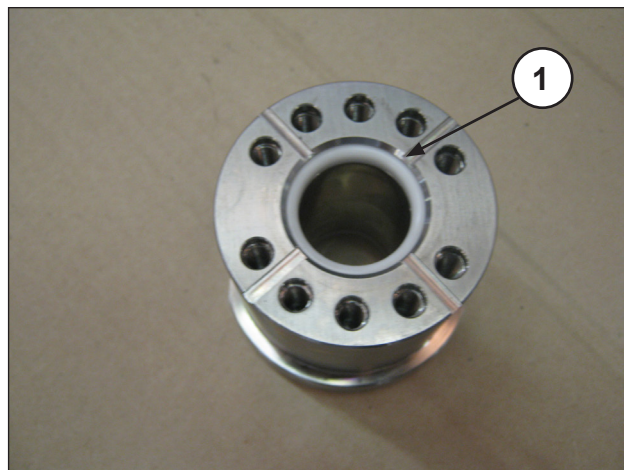

Fig. 37
- Insira a junta de estanqueidade na camisa (Fig. 37, pos. ①).